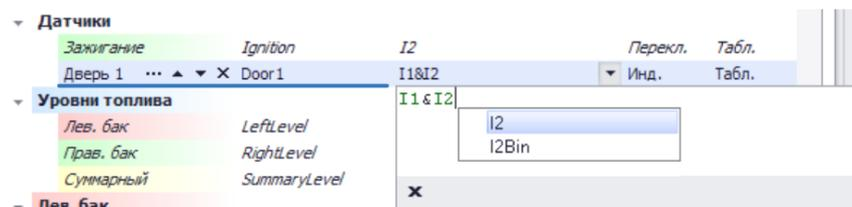

Рис.91. Пример создания выражения.
**Выражение** это формула или условие расчета значения параметра. Для того чтобы добавить выражение, начинайте его вводить. Программа автоматически будет предлагать возможные варианты ввода, при наведении на которых появится подсказка с описанием (Рис.91). Выражение для расчета параметра может состоять из одной переменной, значение которой присваивается этому параметру, или из нескольких параметров, связанных между собой логическими функциями. В приложении 3 данного документа приведено описание основных логических операций и примеры создания выражений.